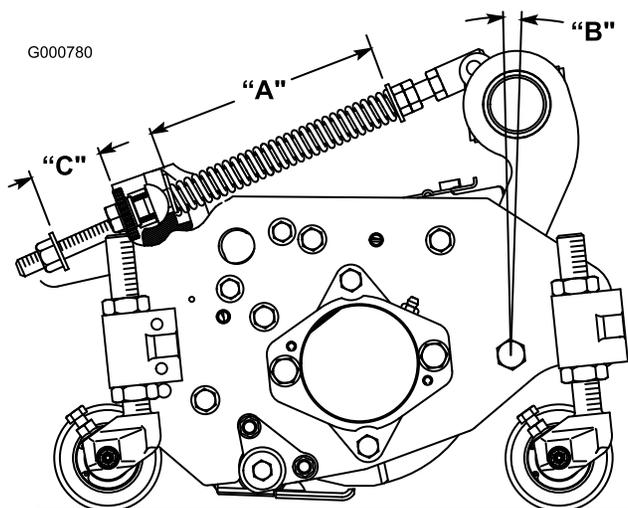

Figura 73
La molla di compensazione del manto erboso (Figura 73) collega il telaio portante all'elemento di taglio e regola l'entità della rotazione avanti e indietro a disposizione,
1. Serrate il dado di bloccaggio a tergo dell'asta della molla fino ad ottenere una luce di 25 mm tra la parte posteriore della staffa a molla e la parte anteriore della rondella (C) (Figura 73).
2. Serrate i dadi esagonali sul lato anteriore dell'asta della molla, finché la lunghezza compressa (A) della molla non è di 20,3 cm (Figura 73).
Nota: Per il taglio di tappeti erbosi irregolari od ondulati aumentate la lunghezza compressa (A) della molla a 21,6 cm, e la distanza (C) tra la parte posteriore della staffa della molla e la parte anteriore della rondella a 38 mm (Figura 73).